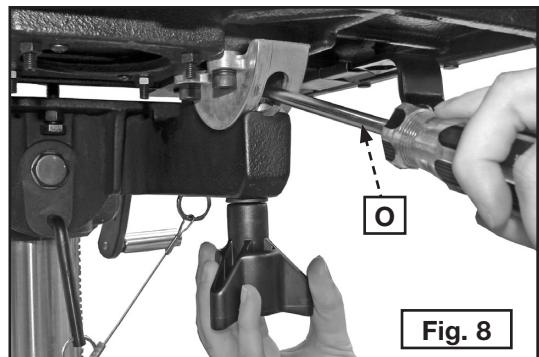

Fig. 8
REMARQUE : les boulons sur le pivot sont mobiles. Pour installer les manettes plus facilement, insérez un tournevis à tête plate (O), fig. 8, dans la fente du pivot contre les boulons pour les immobiliser.